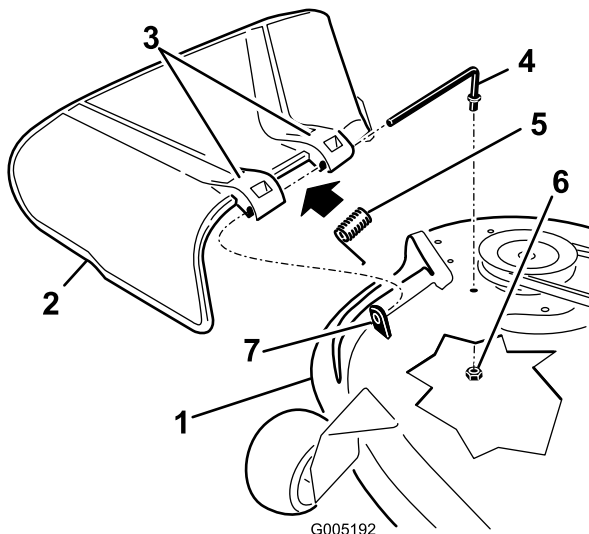

Figura 58
1. Individuate le parti illustrate nella Figura 58.
scorrere l'asta attraverso la seconda staffa del deflettore dell'erba (Figura 58).
9. Fissate l'estremità posteriore dell'asta nel tosaerba con un dado (3/8 poll.), come mostrato in (Figura 58).
2. Togliete il dado (da 3/8 poll.) dall'asta sottostante il tosaerba (Figura 58).
3. Estraete l'asta dal distanziatore corto, dalla molla e dal deflettore dell'erba (Figura 58).
5. Riposizionate il deflettore dell'erba (Figura 58).